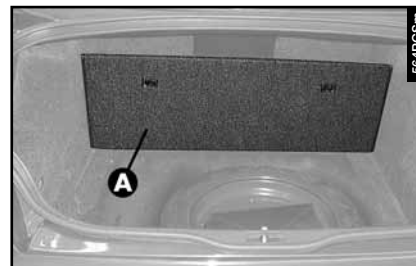

fig. 1
— Doblar hacia adelante la alfombra de tapizado del maletero (**A-fig. 1**).
– Doblar la alfombra de tapizado del maletero (**A-fig. 1**).